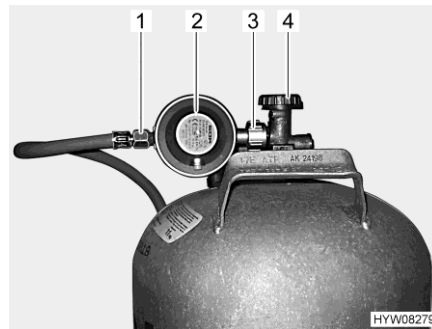

Bild 138 Anschluss Gasflasche
- Haupt-Absperrventil (Bild 138,4) an der Gasflasche schließen. Pfeilrichtung beachten.
- Gasdruckregler (Bild 138,2) festhalten und Rändelmutter (Bild 138,3) öffnen (in der Regel Linksgewinde).
- Gasdruckregler mit Gasschlauch (Bild 138,1) von der Gasflasche abnehmen.
- Gasdruckregler (Bild 138,2) mit Gasschlauch (Bild 138,1) an die Gasflasche ansetzen und Rändelmutter (Bild 138,3) zudrehen (in der Regel Linksgewinde). **Nicht** zu fest anziehen.